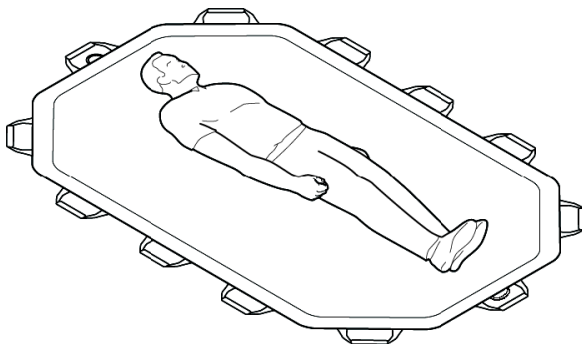

Figura 2
2. Adottare tecniche adeguate per centrare il paziente sul telo per trasferimento (Figura 2).